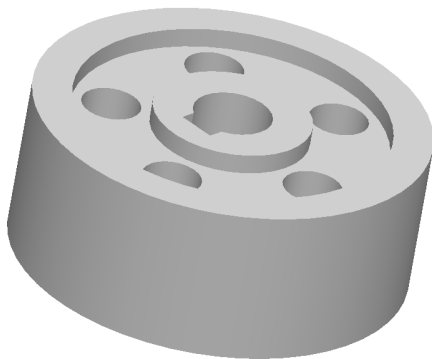

图 14-33 以上色样式显示模型
(1) 单击前导视图工具栏中的【显示样式】按钮，弹出列表框，单击【上色】按钮，以上色样式显示模型，如图 14-33 所示。